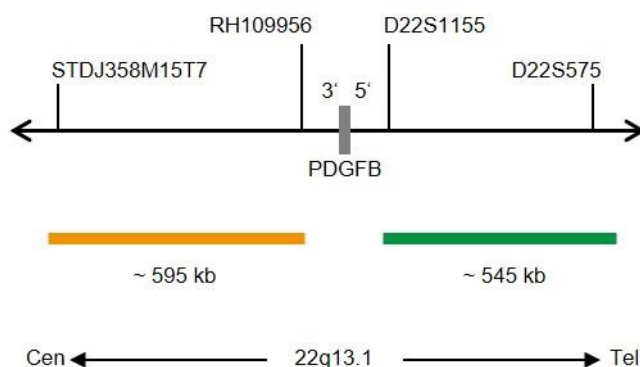

Fig. 1: SPEC PDGFB Mappa della sonda (non in scala)
- Polinucleotidi (~10 ng/ μ l) marcati con ZyGreen (eccitazione 503 nm/emissione 528 nm), le cui sequenze target mappano in 22q13.1* (chr22:39,720,415-40,267,687) distali al punto di rottura di PDGFB (vedere Fig. 1).
- Polinucleotidi (~4.5 ng/ μ l) marcati con ZyOrange (eccitazione 547 nm/emissione 572 nm), le cui sequenze target mappano in 22q13.1* (chr22:38,928,973-39,526,228) prossimali al punto di rottura di PDGFB (vedere Fig. 1).